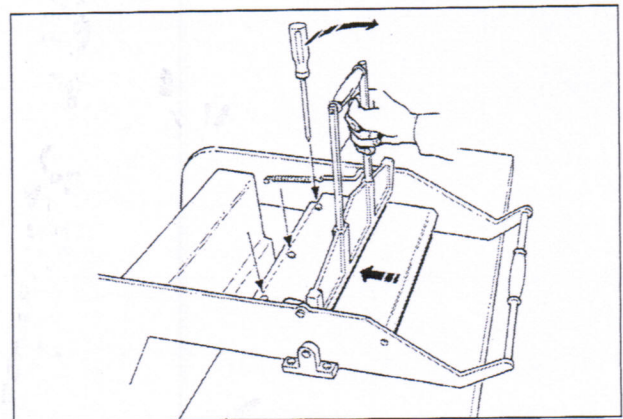

Fig. 2C
- Riposizionare il carter mantenendo la maniglia in posizione verticale e riavvitare le viti come da Fig. 2C.
- Re-position the casing keeping the handle in the vertical position and turn the screws in again as in Bild 2C.
- Positionnez de nouveau le carter en gardant la poignée dans la position verticale et vissez de nouveau les vis comme en Figure 2C.
- Beim Wiederauflegung des Kastens achten Sie darauf, daß der Handgriff vertikal ist. Die Schrauben anschrauben, siehe Abb. 2C.